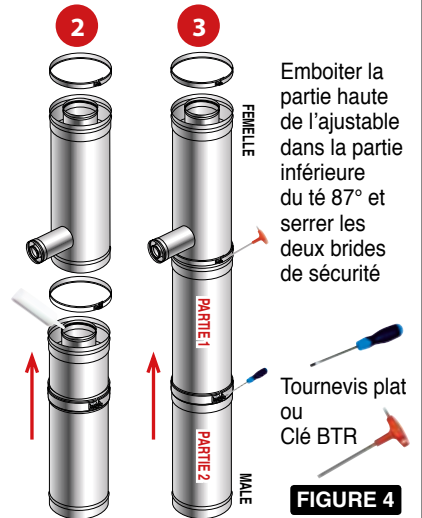

FIGURE 4
- 8 Fixer le deuxième té sur l'élément ajustable et régler la hauteur souhaitée du piquage en faisant coulisser la longueur ajustable de manière à ce que l'axe du té soit aligné avec l'axe du raccordement au deuxième appareil à gaz, lorsque l'alignement est trouvé, serrer la bride de sécurité de l'ajustable (voir figure 4) ainsi que le collier mural.